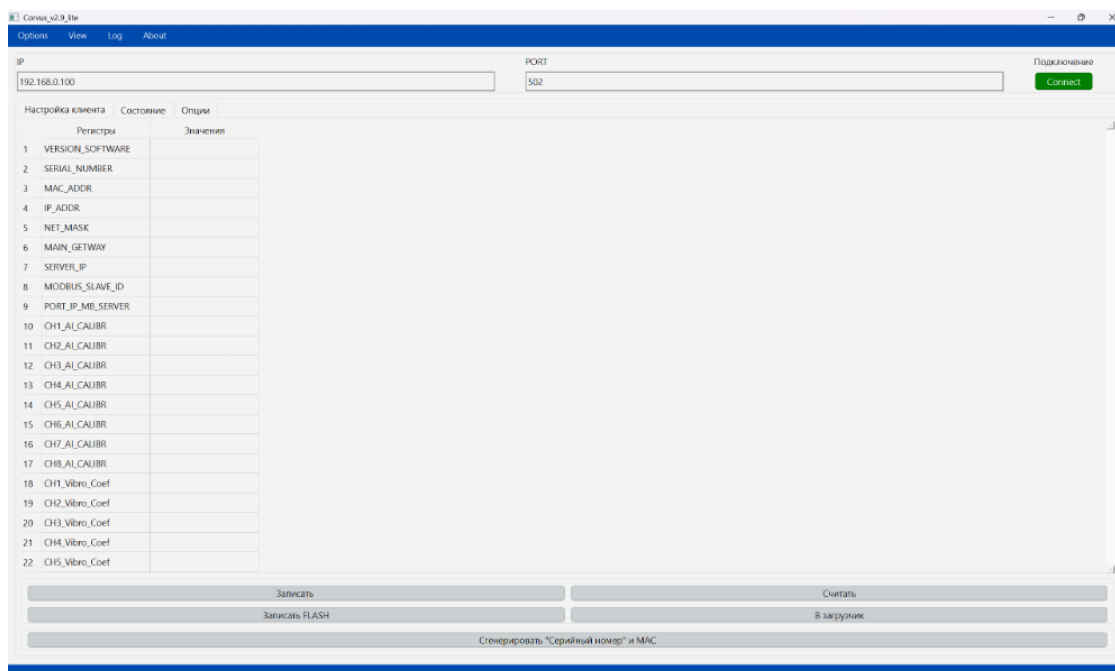

Рисунок 4 – Подключение к устройству по IP-адресу через ПО Corvus
4. В поле IP ввести исходный IP адрес устройства – 192.168.0.100 и нажать зеленую кнопку «Connect» (Рисунок 4).